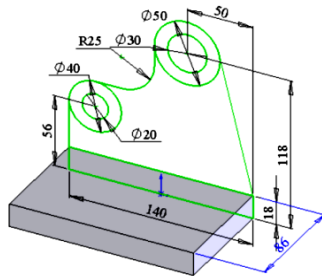

Рис.6. Витягнутий базовий елемент
4. Встановити в полі значення 86мм і клацнути на кнопці ОК у менеджері властивостей *Витягнути*. Основа, створена шляхом витягування виділеного контуру, зображена на Рис.6.